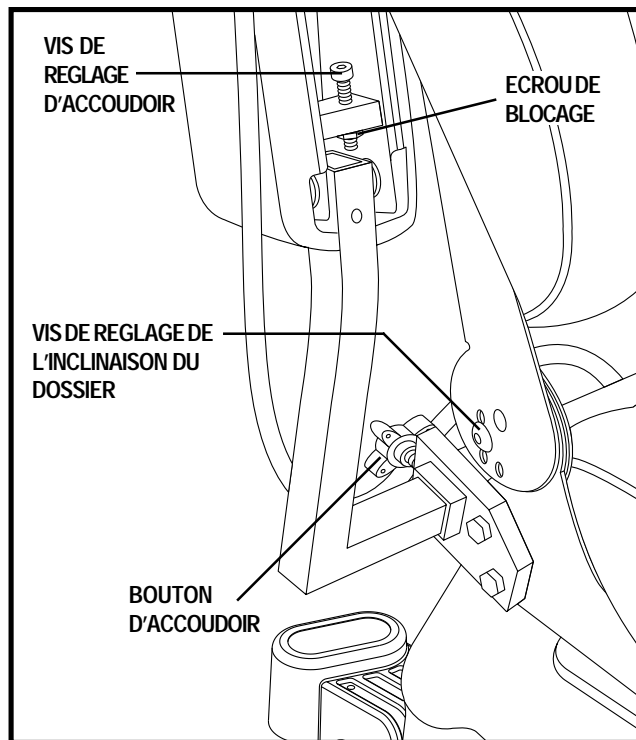

Figure 16. Réglages des accoudoirs et dossier
Si votre fauteuil motorisé est équipé d'un siège à dossier réglable, il possède quatre positions de réglages différents: 90, 102, 105 et 107 degrés d'inclinaison. Voir la figure 16.
1. Identifiez les deux boutons de réglages sur le support des accoudoirs. Voir la figure 16.
2. Desserrez les boutons (2).
2. Desserrez l'écrou de verrouillage. Voir la figure 16.
3. Desserrez la vis de réglage. Voir la figure 16.